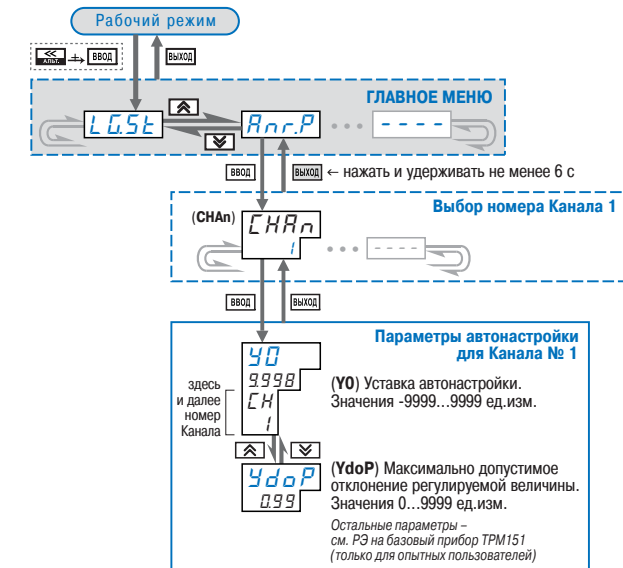

Рис. 55. Схема задания параметров Автонастройки с помощью кнопок на лицевой панели прибора
2. Установите в Конфигураторе (или с лицевой панели прибора, см. рис. 55) значения параметров автонастройки **Y0** и **YdoP** для выбранного Канала регулирования.